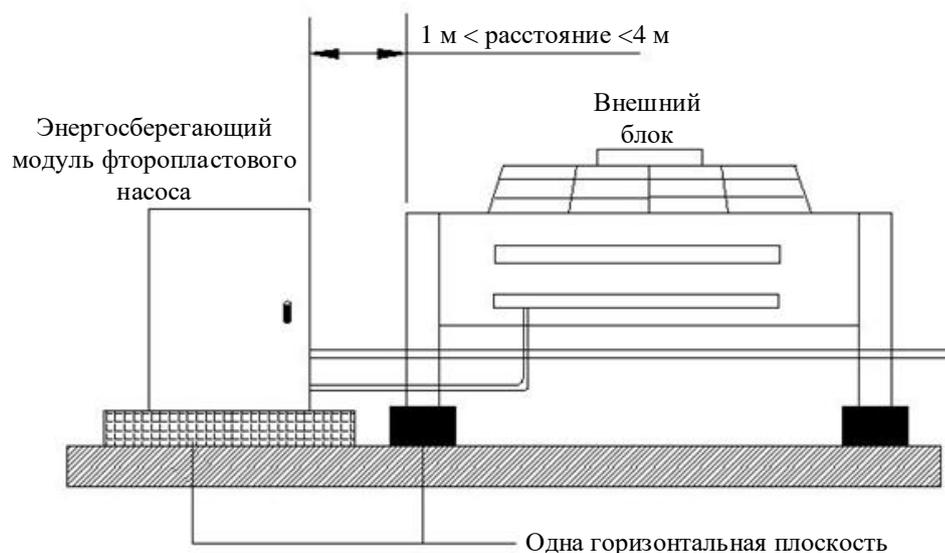

Рис. 2-12 Схема монтажа энергосберегающего модуля фторопластового насоса
4. Расстояние между энергосберегающим модулем фторопластового насоса и конденсатором находится в пределах 1-4 м, как показано на Рис. 2-12. По возможности разместите датчик температуры энергосберегающего модуля фторопластового насоса на стороне возврата воздуха конденсатора (стандартная длина кабеля датчика температуры составляет 4 м) и не допускайте попадания прямых солнечных лучей на датчик температуры.